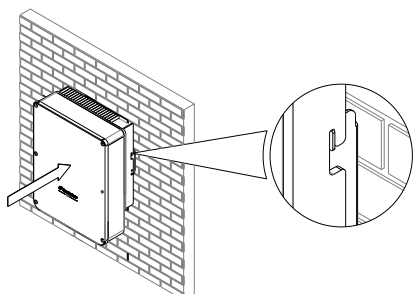

FIG. 6-9 Pendure o inversor no suporte de parede
- 1) Pendure o inversor em um suporte de parede. Mantenha o equilíbrio durante a operação para evitar danos ao dispositivo ao colidir com paredes ou obstáculos, conforme FIG. 6-9.